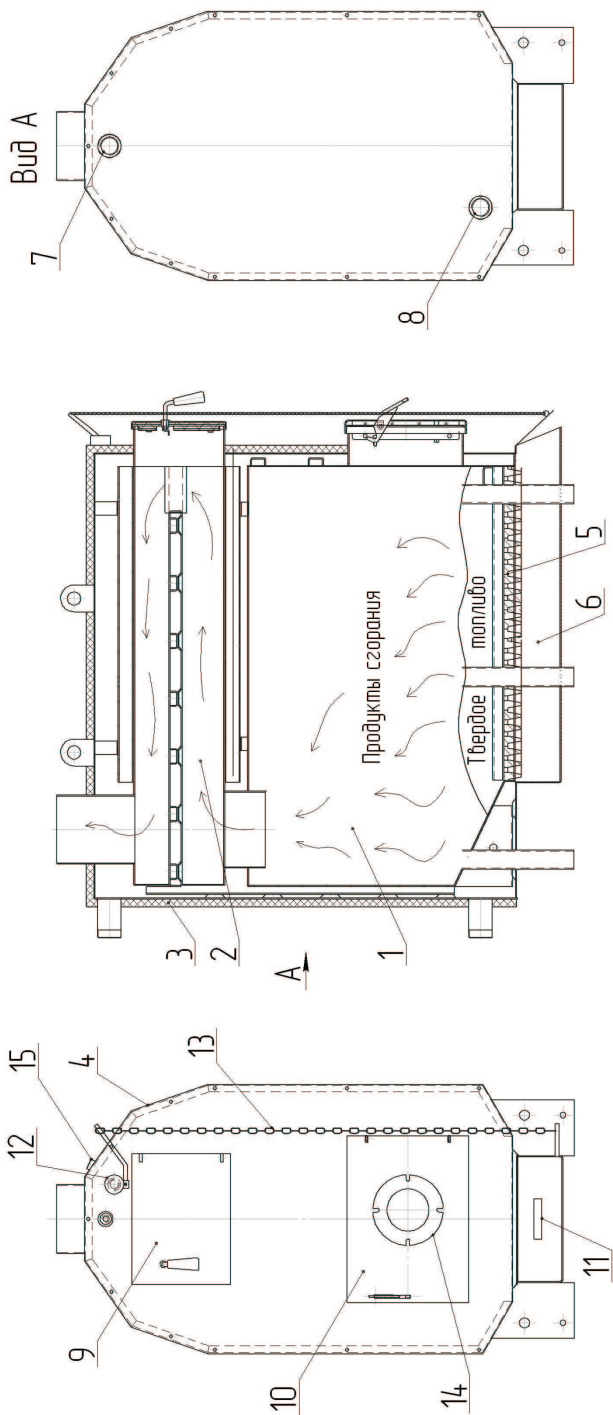

Рис.2 Устройство котла
2.2. Котел КС-ТГЖ-50А предназначен для длительного и эффективного сжигания сортированного антрацита, дров. Также возможна работа на природном газе и дизельном топливе. При установке дутьевой горелки комплектуется термостатом управления и защиты, который устанавливается в канал (поз.15 рис.2). Возможно сжигание неспекающихся видов каменного и бурого углей.
- 2) нижняя 10 - для загрузки топлива и извлечения золы, а также для обслуживания колосниковой решетки и зольника 6. В верхней части котла установлен регулятор тяги 12 который соединяется с дверкой зольника 11 при помощи цепи 13. Предусмотрен вариант исполнения дверки для крепления жидкотопливной горелки рис.2.